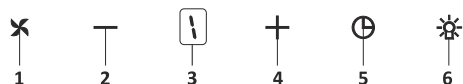

Fig. 14: Bouton de forage à 5 vitesses
1. ➤ Appuyez ce bouton pour allumer le produit. Fig. 14
2. ➤ Appuyez sur ce bouton pour diminuer la vitesse du moteur. Fig. 14
3. ➤ Écran de suivi : vous pouvez suivre la vitesse à laquelle le produit fonctionne sur cet écran. Fig. 14
4. ➤ Appuyez sur ce bouton pour augmenter la vitesse du moteur. Fig. 14
5. ➤ Lorsque vous appuyez sur le bouton minuterie, une minuterie de 15 minutes est activée ; l'affichage donne un signal lorsque la minuterie démarre et le moteur s'arrête automatiquement après 15 minutes. Fig. 14
6. ➤ Appuyez ce bouton pour allumer et éteindre la lampe. Fig. 14